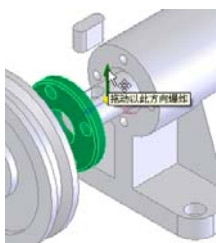

图 7-156 设置爆炸方向
**07** 设置爆炸方向。在“设定”复选框中的“爆炸步骤零部件”一栏中，用光标选择上一步爆炸的法兰盘，单击视图中显示爆炸方向坐标的竖直向上方向，如图 7-156 所示。